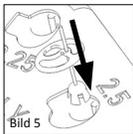

Bild 5
■ **Bild 5** Protesen TTP®VARIAC förs in i den därtill avsedda fördjupning i tolkskivan, som motsvarar den tidigare bestämda längden (se ovan: Användning av tolkskivan). Skåran vid protesens klocka riktas så att klockan glider nedåt längs styrbryggan. Detta bör ske med hjälp av den valfritt levererbara titanpincetten (REF 8000 136).